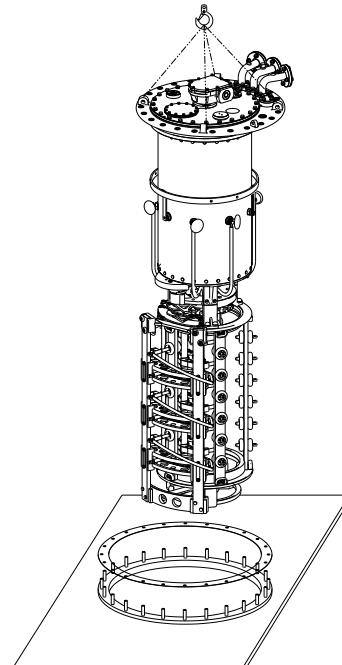

图 5-13
2. 将完全总装好的分接开关吊起移动至变压器安装法兰的上面，并小心地穿过变压器盖上的安装孔将其放到变压器内（图 5-13）。